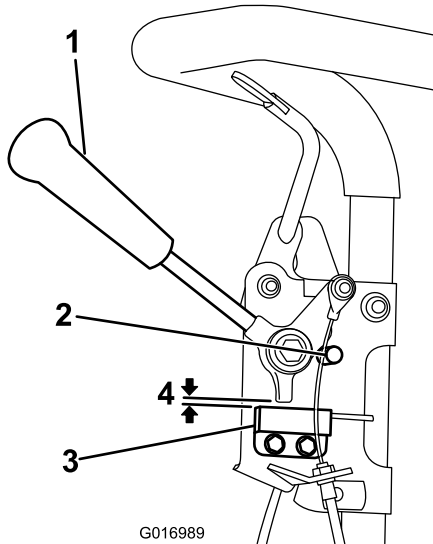

図 29
1. エンジン停止、走行レバーが解除されてニュートラルストップにあることを確認する（図 29）。
2. スイッチ（図 29）を固定しているネジをゆるめる。
3. 走行レバーとスイッチ（図 29）の間に0.8 mm のすきまゲージをはさむ